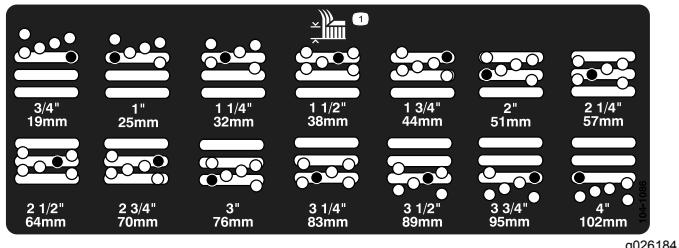

Bild 17
- Stellen Sie die Kammer auf die gewünschte Schnitthöhe ein und setzen Sie das Distanzstück im gewünschten Schnithöhenloch und -schlitz ein (Bild 17).